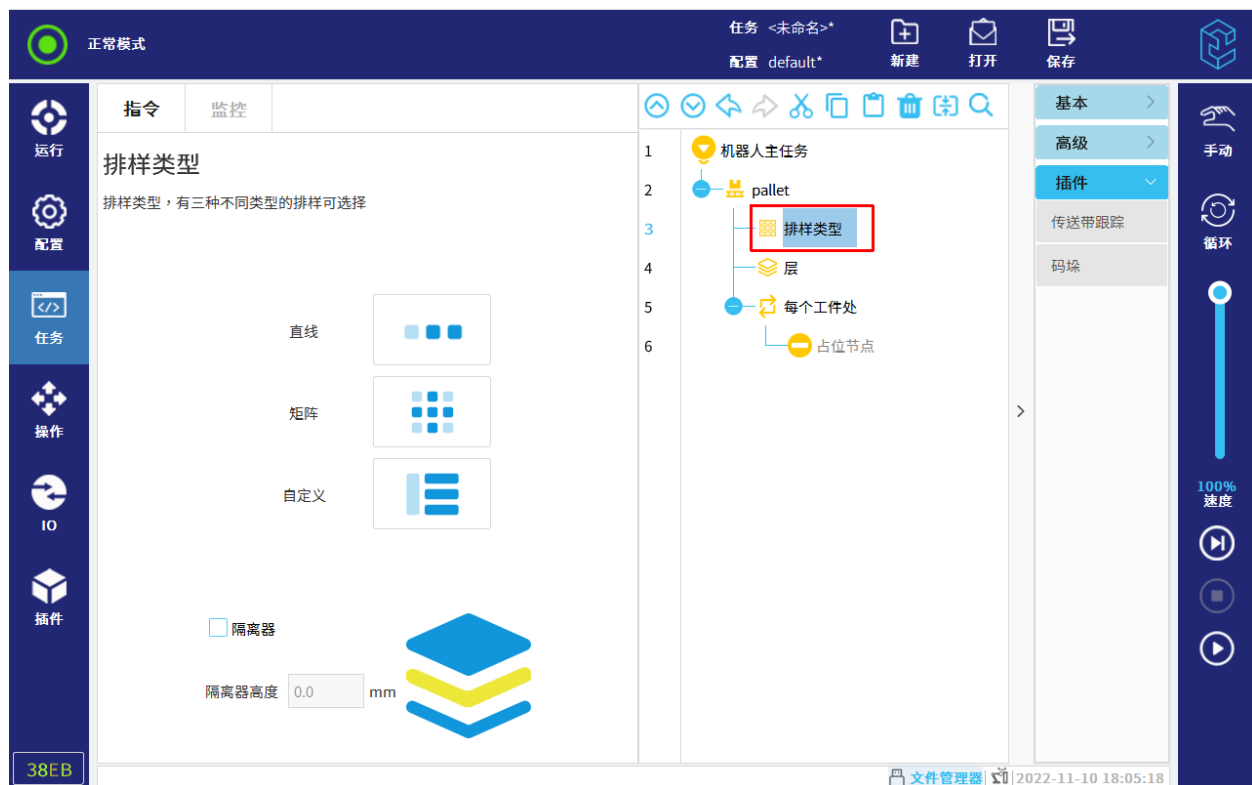

图 12-31 设置排样类型
3. 点击任务树中的“排样类型”节点，用户可设置为“直线”、“矩阵”或“自定义”，如图 12-31 所示。